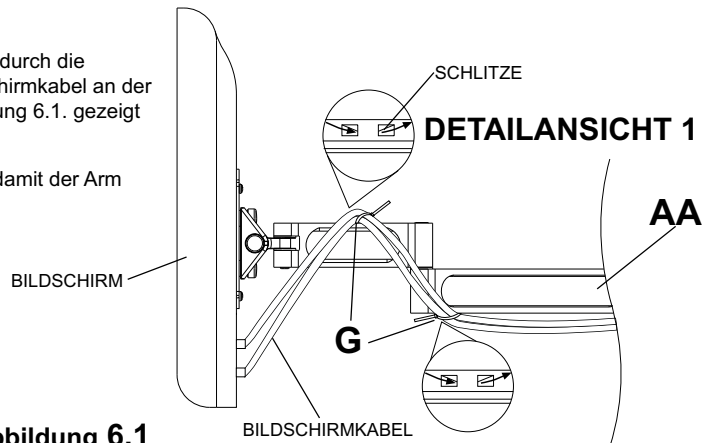

Abbildung 6.1
- 6** Führen Sie die Kabelbinder (**G**) wie in Detailansicht 1 gezeigt durch die Schlitze des montierten Arms (**AA**). Befestigen Sie das Bildschirmkabel an der Armeinheit (**AA**), indem Sie die Kabelbinder (**G**) wie in Abbildung 6.1. gezeigt um das Bildschirmkabel binden.